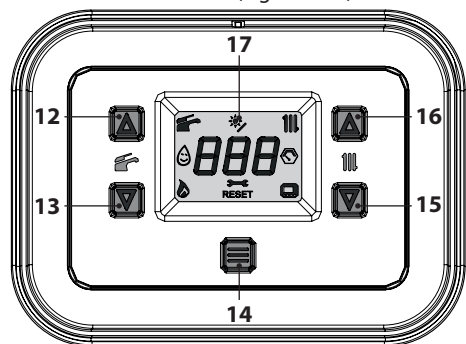
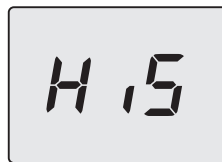
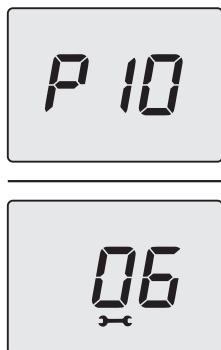
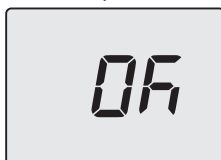

Figura 5.47
Figura 5.48
Figura 5.51
Figura 5.52
- Entrare in "modalità programmazione" premendo contemporaneamente per 5 secondi i tasti 13 e 15 (Figura 5.47) fino a far apparire sul display LCD le lettere **HiS** che indicano il menu "Storico delle caldaia" (Figura 5.48).
- Premere per 1 sec. il tasto 14 (Figura 5.47) per entrare nel parametro selezionato. Il display visualizzerà quanto segue (6=60 secondi) (Figura 5.51).
- Premendo il tasto 14 (Figura 5.47) si ottiene la conferma del valore inserito. Il display visualizzerà per 5 sec. quanto segue (Figura 5.52) poi, si porterà al livello superiore.
- tenere premuti contemporaneamente i tasti 13 e 15 per 5 sec. (Figura 5.47) (ritorno al livello precedente).